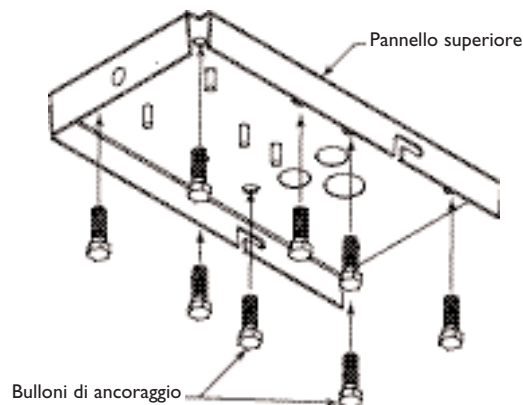

Figura 7 Montaggio del pannello superiore
5. Montare il pannello superiore installando i bulloni di ancoraggio. Vedere **Figura 7**.